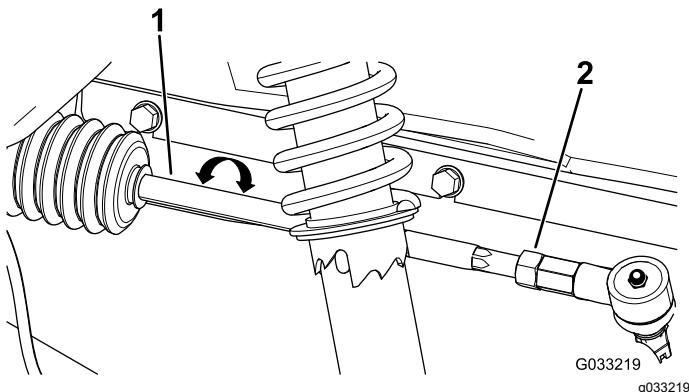

Figure 60
4. Si les mesures ne sont pas comprises entre 0 et 6 mm, desserrez les écrous de blocage aux deux extrémités extérieures des biellettes (Figure 60).